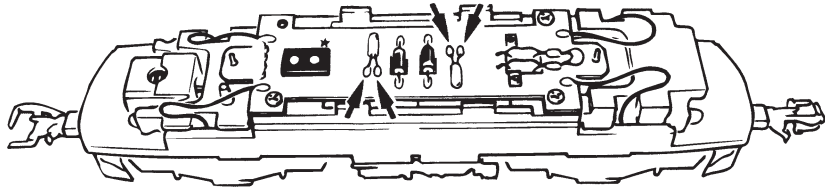
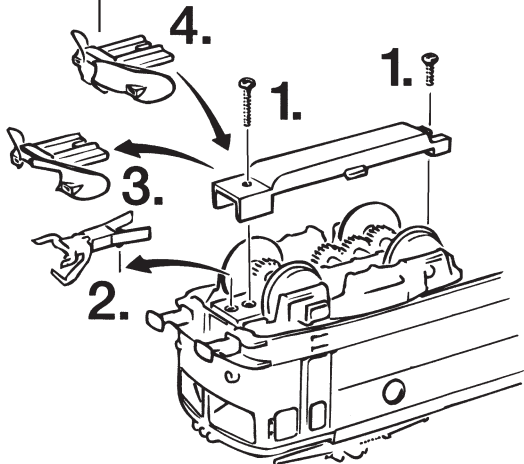

Fig. 7
Fig. 3
1. Reinigung der Radstromkontakte: Radstromkontakte können auf unsauberen Schienen leicht verschmutzen. **Entfernen Sie vorsichtig** mit einem kleinen Pinsel **den Schmutz** an den in Fig. 7 gekennzeichneten Stellen. Dazu zuerst das Lokgehäuse abnehmen (Fig. 3).
3. Lämpchenwechsel: Zuerst ist das Lokgehäuse abzunehmen (Fig. 3). Danach können Sie die Lämpchen wechseln (Fig. 6).
5. Kohlebürstenwechsel: Lokgehäuse abnehmen (Fig. 3). Danach den **Motor ausbauen** und die **Kohlebürsten auswechseln** (Fig. 9).
1. Rengöring av hjulens strömuttagningsbleck: Strömuttagningsblecken kan bli smutsiga om modellen används på smutsig räls. Rengör blecken med en liten borste på punkterna som markeras på fig. 7. Tag av loppåpan först (fig. 3).
3. Byte av lampor: Tag av loppåpan först (fig. 3). Byt sedan lamporna enligt fig. 6.
5. Byte av motorkol: Tag av loppåpan först (fig. 3). Tag ur motorn och byt motorkolen enligt fig. 9.
1. Cleaning of wheel current pickups: Wheel contacts may become dirty when running on track that is not clean. Remove dirt carefully with a small brush from the locations shown in fig. 7. Remove the locomotive housing first (fig. 3).
5. Change of carbon brushes: Remove the locomotive housing first (fig. 3). Then **remove the motor** and replace the carbon brushes (fig. 9).